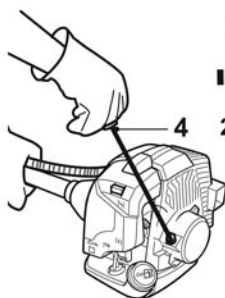
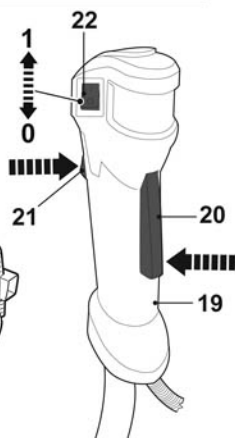

Fig. 22
Fig. 23
- > Inmovilice el producto y tire del mango del cable de arranque [4] de 4 a 5 veces; la máquina no debe arrancar aún (Fig. 22).
- > Inmovilice el producto y tire del mango del cable de arranque rápidamente [4] hasta que el motor arranque (Fig. 22).
- > Permita que el producto funcione sin carga por 10 a 15 segundos. Brevemente presione el acelerador [21] para llevar el motor a la velocidad mínima. Permita que el producto funcione sin carga por 10 a 15 segundos para calentar el motor. Una vez que el motor funcione correctamente, levante con cuidado el producto y fíjelo al arnés (35) por medio del mosquetón.
- > Presione el seguro del gatillo [20] y el acelerador [21] (Fig. 23).
- > Inmovilice el producto y tire del mango del cable de arranque rápidamente [4]; repita hasta que el motor arranque (Fig. 22).
- > Brevemente presione el acelerador [21] para llevar el motor a la velocidad mínima. Una vez que el motor funcione correctamente, levante con cuidado el producto y fíjelo al arnés (35) por medio del mosquetón.